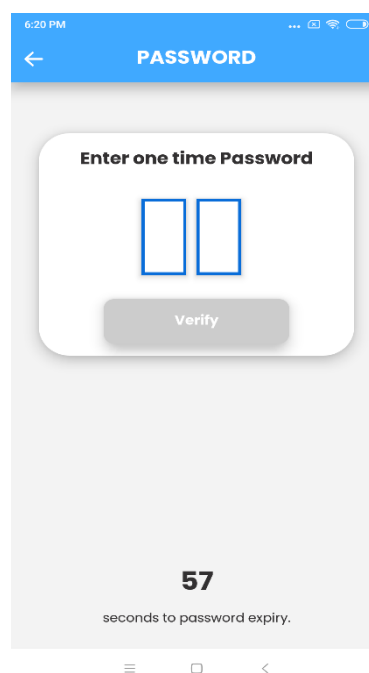

Fig. 3
3. De app zal de gebruiker dan vragen om een eenmalig wachtwoord dat binnen 1 minuut moet worden ingevoerd (Fig. 3). Dit is een 2-cijferig wachtwoord dat op het touchscreen wordt weergegeven. Voer dit in op het scherm en klik op verifiëren (Fig. 4).